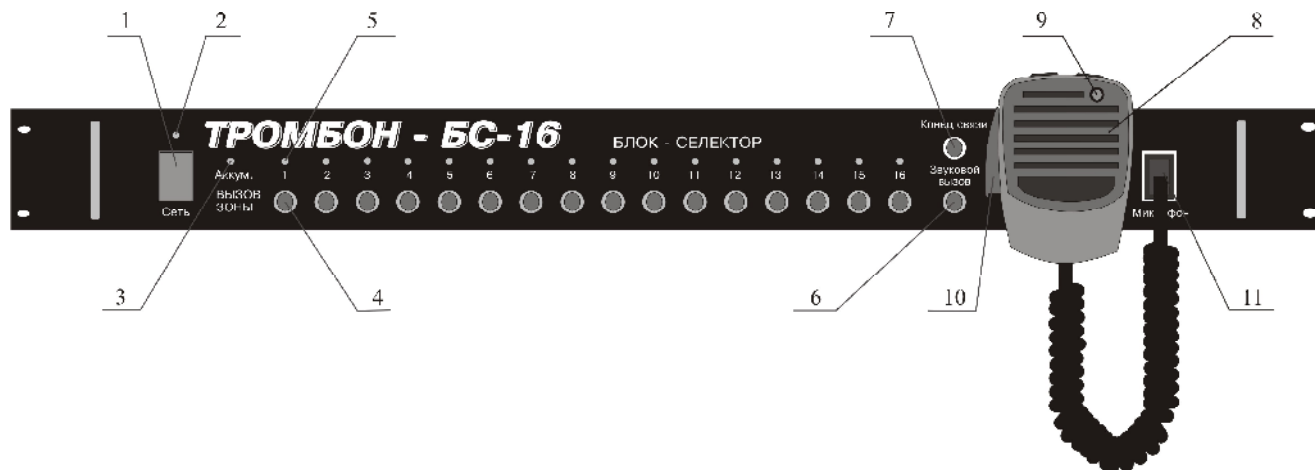

Рисунок 2 - Внешний вид Блока-селектора «Тромбон - БС-16» .
4.1. Внешний вид главного блока «Тромбон - БС-16» представлен на рис. 2.